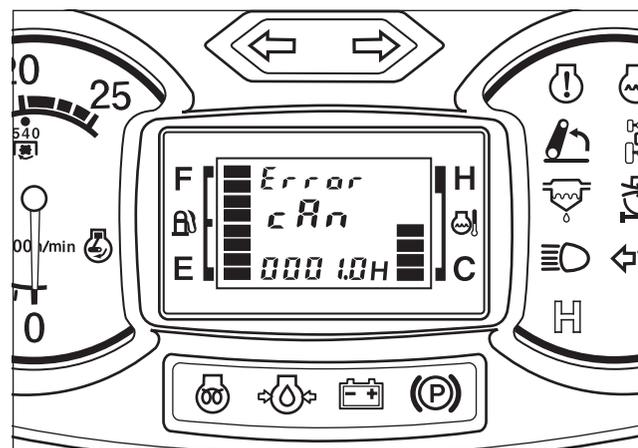

FIG. 45
**FIG. 45 :** L'affichage du panneau numérique montre l'écran d'erreur de communication CAN lorsque les données de communication CAN de l'ECU du véhicule ou du moteur ne sont pas reçues pendant plus de 5 secondes. Consultez votre agent ISEKI.